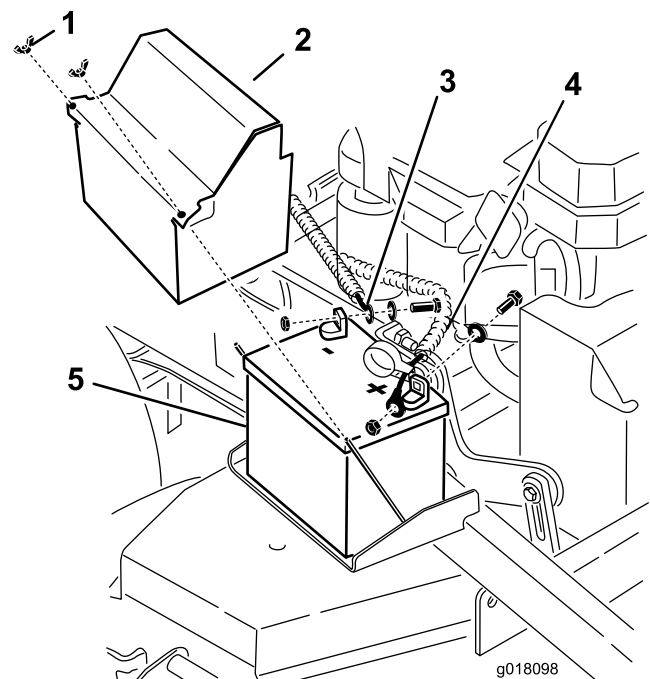

Figura 53
4. Desconecte el cable negativo del borne negativo (-) de la batería (Figura 53).
6. Retire el cable positivo (rojo) de la batería (Figura 53).
7. Retire la pletina de sujeción de la batería (Figura 53), y retire ésta.
1. Coloque la batería en la máquina (Figura 53).
3. Conecte primero el cable positivo (rojo) al borne positivo (+) de la batería con una tuerca, una arandela y un perno (Figura 53).
5. Conecte el cable negativo y el cable de tierra al borne negativo (-) de la batería con una tuerca, una arandela y un perno (Figura 53).